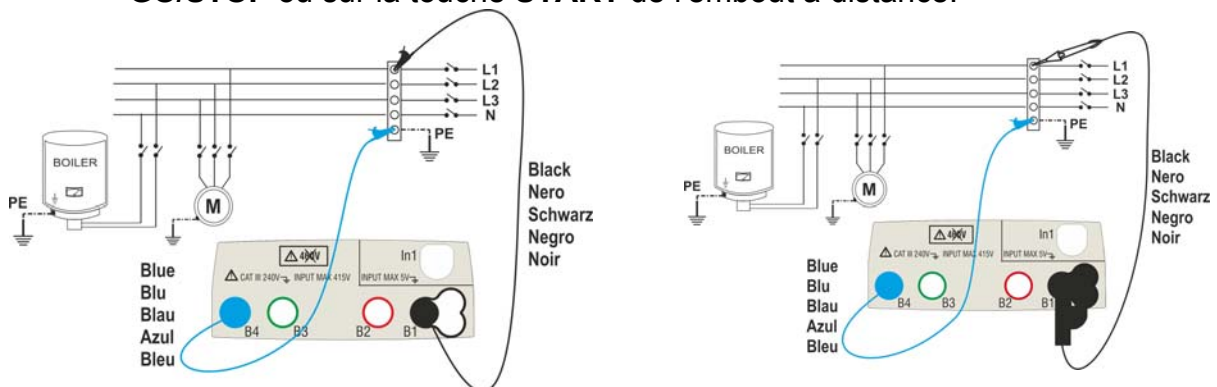

Fig. 8 : Vérification de l'isolement entre phase et terre par câbles et embout à distance
6. Connecter les crocodiles et/ou les embouts et/ou l'embout à distance aux extrémités des conducteurs sous test comme d'après les Fig. 8 et Fig. 9.